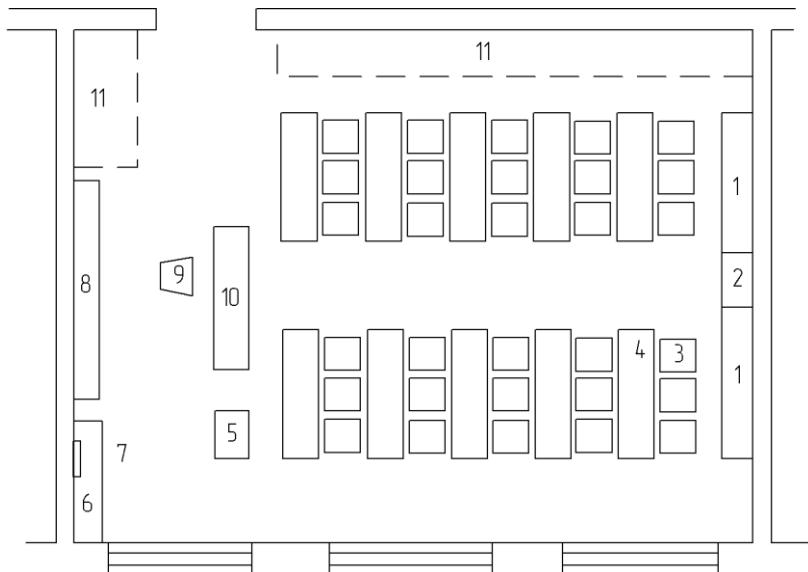

Рис. 1.1. Планування учебового кабінету з автосправи:
- накреслити схему розміщення устаткування в кабінеті, лабораторії, майстерні (див. рис.1.1, 1.2, 1.3.).
Учбовий кабінет з автосправи призначений для занять по вивченю технічних відомостей всіх розділів, запланованих програмою. Він повинен представляти учебну аудиторію (рис. 1.1), оснащену учебними меблями – лабораторними столами і стільцями не менше чим на 30 учнів. Поверхня столів повинна дозволяти проводити на ній різні маніпуляції з деталями автомобілів і пристроями.